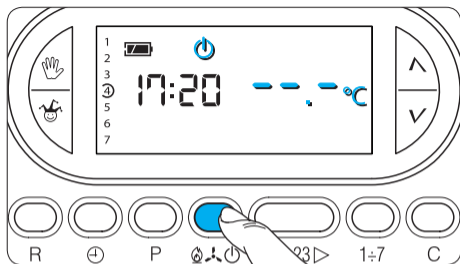

Fig. 45
13.2- Premere 2 volte il pulsante  e verificare l'attivazione del simbolo  (fig. 45).